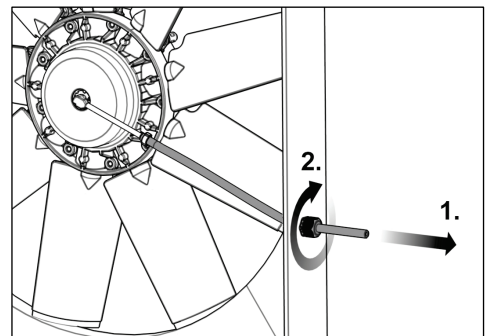

Fig. 32
- 24) Tense la manguera de presión (véase la Fig. 32, paso 1) de forma que sea posible realizar un leve giro de la articulación giratoria (máx. 15°).
- 25) Asegure la manguera de presión a través de la descarga de tracción (véase la Fig. 32, paso 2).